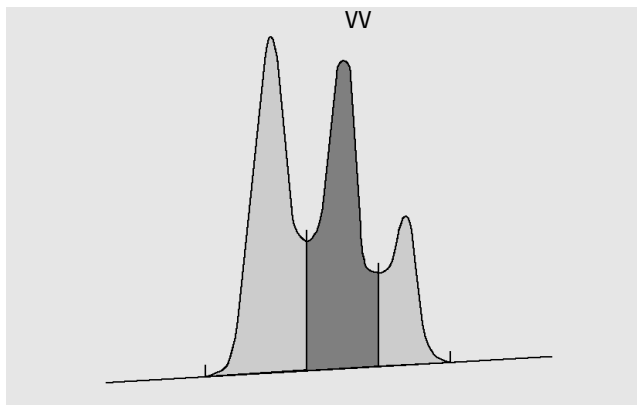

Рисунок 11 Измерение площади для пиков, начинающихся и заканчивающихся на точках минимумов между пиками.
- для пиков, начинающихся и заканчивающихся на впадине (VV), как площадь над базовой линией, выделенная вертикальными линиями проекции из точек минимума между пиками, как на Рис. 11 на странице 35,